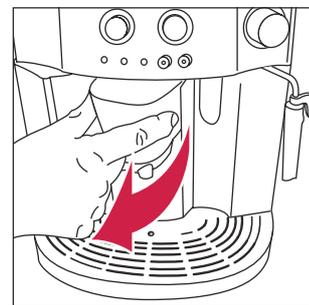
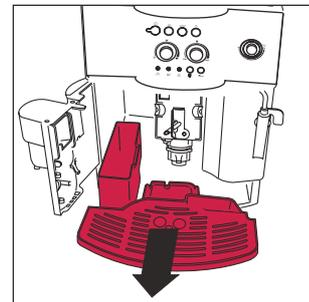

Abb. 15
Abb. 16
HINWEIS 7: Die Kaffeemaschine zählt die Anzahl der ausgegebenen Kaffees. Alle 14 einzeln (oder 7 paarweise) zubereitete Kaffees, leuchtet die Kontrollanzeige  konstant auf (siehe Kap. 12 Punkt 3), um anzuzeigen, dass der Kaffeesatzbehälter voll ist und entleert sowie gereinigt werden muss. Solange der Kaffeesatzbehälter nicht gereinigt wird, bleibt die Kontrollanzeige eingeschaltet, und es kann kein Kaffee zubereitet werden. Zur Reinigung, die Serviceklappe öffnen (Abb. 15); daraufhin schaltet sich die blinkende Kontrollanzeige  ein (siehe Abschn. 12 Punkt 9); dann die Abtropfschale entnehmen (Abb. 16), entleeren und reinigen. Entleeren und reinigen Sie sorgfältig den Kaffeesatzbehälter, wobei darauf zu achten ist, dass alle sich auf dem Boden abgelagerten Rückstände beseitigt werden. Trocknen Sie zudem die eventuell in der Maschine unter der Abtropfschale sich angesammelten Kondenswassertropfen ab.
- Die Serviceklappe öffnen (Abb. 15);
- Die Abtropfschale und den Kaffeesatzbehälter entnehmen (Abb. 16) und reinigen;